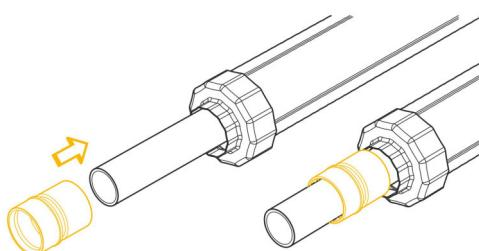

Рис. 5.7.3
1. Надеть гильзу надвижную на напорную трубу внутренней фаской по направлению к торцу трубы (рис. 5.7.3).